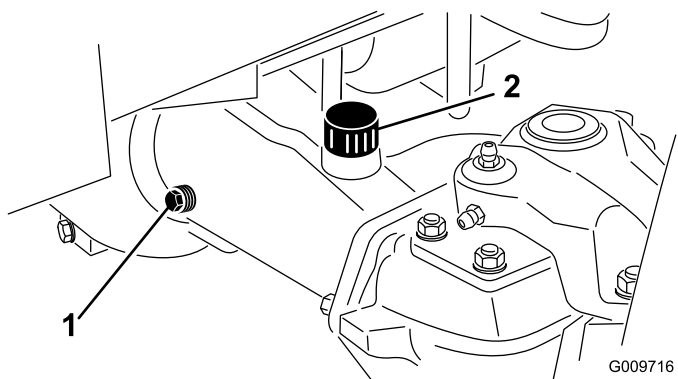

図 106
- アクスルの一方の端部から点検用プラグ 図 106 を抜き、穴の高さまでオイルがあることを確認する。量が不足している場合は、給油プラグ 図 106 をはずして補給する。